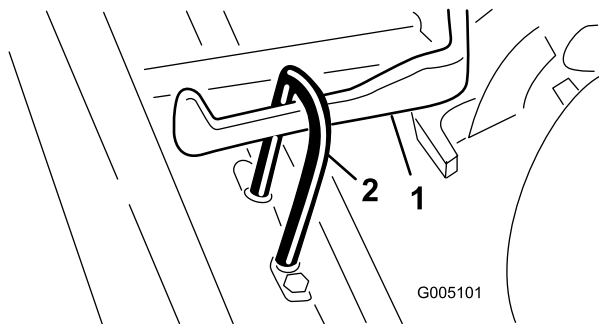

図 7
2. カuttingユニットをプルフレームの下に引き入れ、吊り輪フープを昇降アームに引っかける **図 7**。